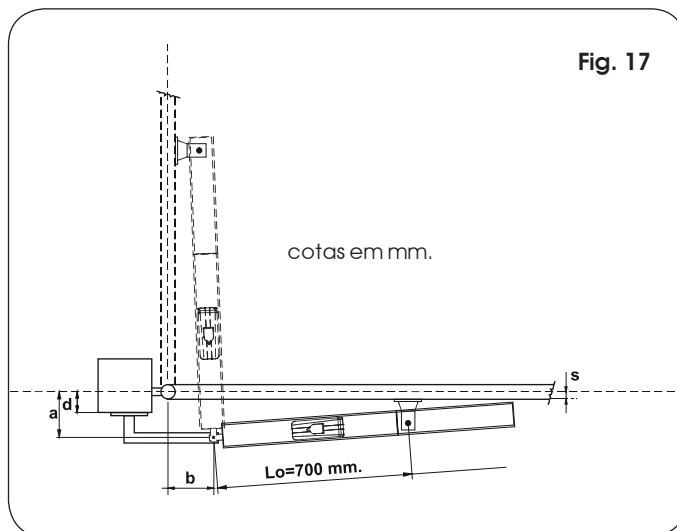

Fig. 17
9.1. ABERTURA PARA O EXTERNO COM MONTAGEM DO OPERADOR NO INTERNO (Fig. 17)